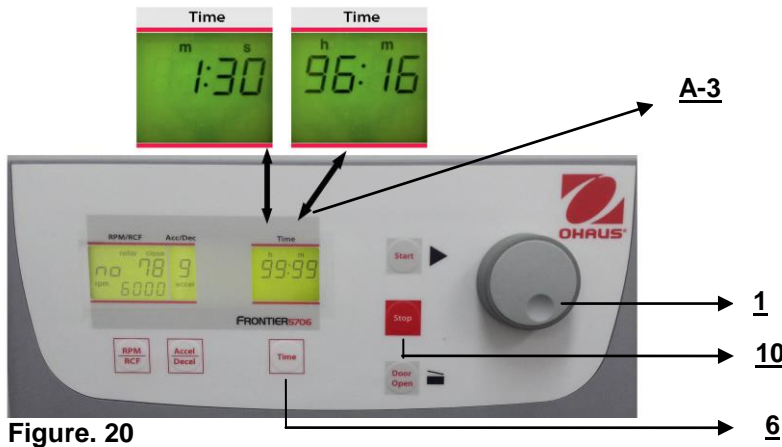

Figure. 20
(A-3). Ce fonctionnement en continu ne peut être interrompu qu'en appuyant sur la touche "Stop" (10). Le décompte temporel commence aussitôt que la vitesse prescrite est atteinte. L'affichage présente toujours la durée de fonctionnement restante. (Voir la figure 20)
Tous les passages marqués d'un numéro se réfèrent à la figure 20.